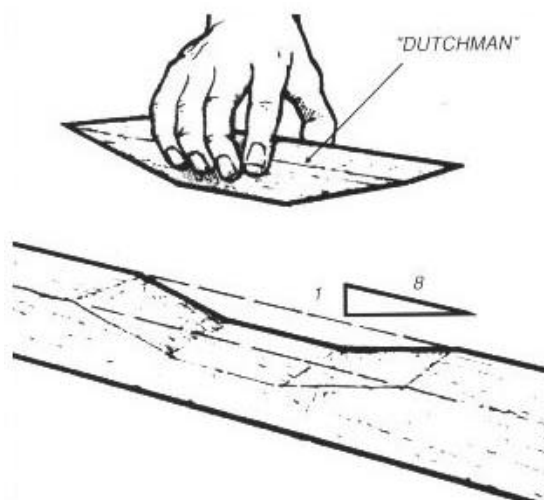

Figura 4-3 Encole un injerto en las cavidades más grandes. Bisele los extremos de la cavidad y del injerto para que queden bien ajustados.
1. Prepare el injerto usando, si es posible, el mismo tipo de madera. Si es necesario, rebaje la cavidad en forma geométrica para facilitar el asentamiento del taco. Bisele los extremos de la cavidad. Cuanto más largo sea el bisel en los lados que la madera toca a contraveta, más resistente será la reparación (Figura 4-3). Un bisel de 8-1 (8cm de largo